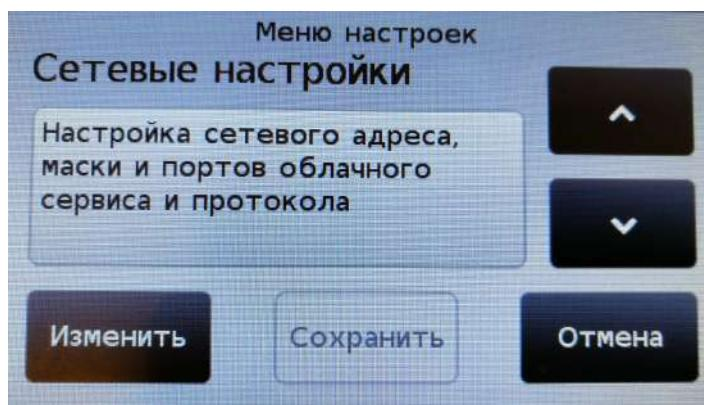

Рис. 8.7.1. Установка сетевых параметров.
8.7.1. Войдите в меню установки режимов работы (см. п. 8.1.1, стр. 8), кнопками «**↑**» и «**↓**» выберите пункт «**Сетевые настройки**» (см. рис. 8.7.1) и нажмите на кнопку «**Изменить**».
Для перехода в главное меню установки режимов работы (см. рис. 8.7.1, стр. 16) нажмите на кнопку «OK».